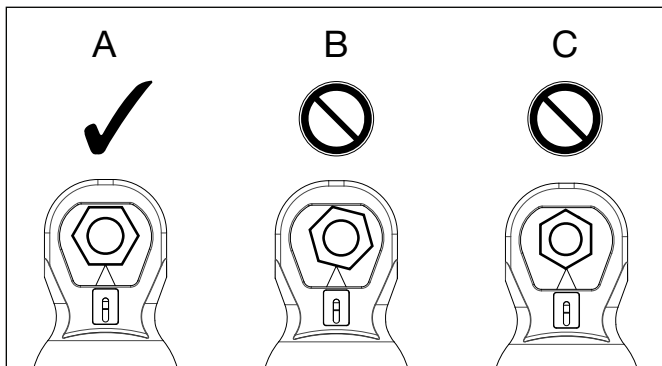

Abbildung 7: Positionierung des Schneidkopfs
6. Positionieren Sie den Schneidkopf über der Mutter und stellen Sie dabei sicher, dass die flache Fläche des Messers an einer der Seitenflächen der Mutter anliegt. Positionieren Sie die Mutter mittig im Kopf, sodass das Messer in die Mitte der Seitenfläche der Mutter schneidet. Siehe Abbildung 7, Ansicht „A“.